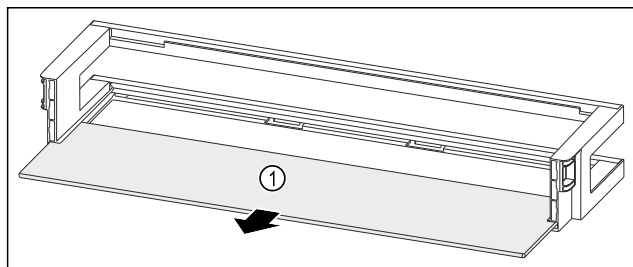

Fig. 126 Dveřní přihrádka s odkládací plochou
- ▶ Odkládací plochu Fig. 126 (1) odeberte.